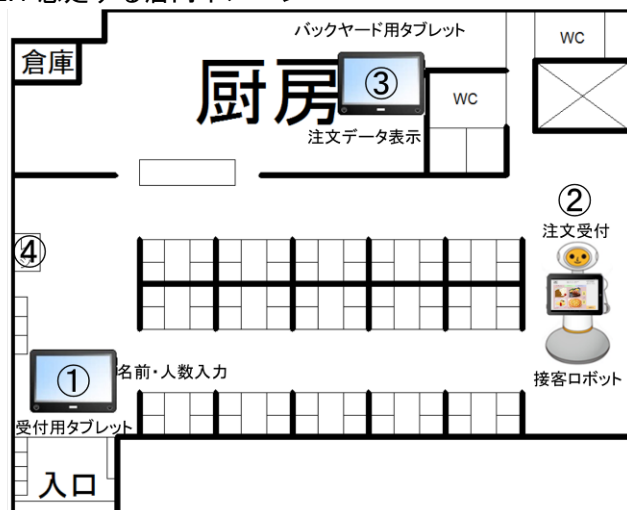

図 1.想定する店内イメージ
本開発で想定するファミリーレストランと開発した全体システムの店内イメージを図 1 に示す。客が入店すると入り口にある受付タブレット①に名前と人数を入力する。その情報がロボット②に送信され空席へと案内する。注文をロボットが保持するタブレットに入力すると、バックヤード用タブレット③に注文データ